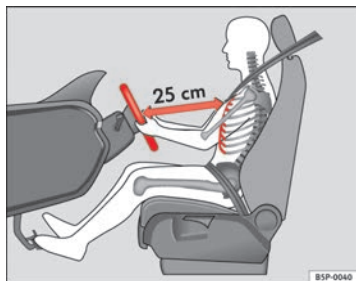

Abb. 1 Der richtige Abstand des Fahrers vom Lenkrad
- Stellen Sie das Lenkrad so ein, dass der Abstand zwischen Lenkrad und Brustkorb mindestens 25 cm beträgt ⇒ Abb. 1.
⇒ Seite 10, Abb. 1. Sitzen Sie näher als 25 cm, kann Sie das Airbag-System nicht richtig schützen.